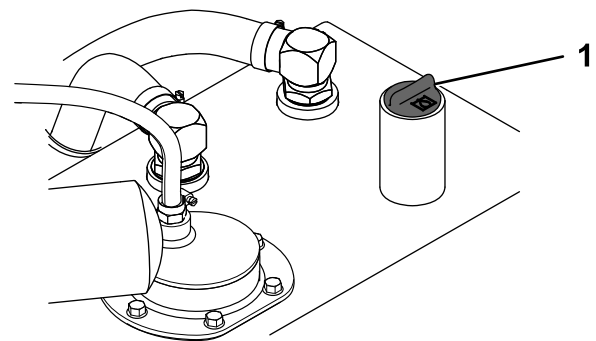

Figura 78
6. Limpie la zona alrededor del cuello de llenado del depósito de fluido hidráulico (Figura 78).